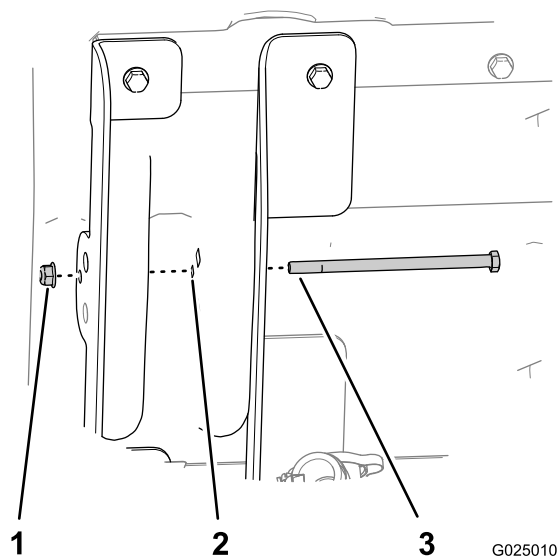

Figura 16
7. Introduzca el perno de cabeza hexagonal (5/16 x 5-1/2 pulgadas) a través del taladro de 7,9 mm del soporte de elevación interior (pestañas largas), la estructura de la caja y el soporte de elevación exterior de la caja (pestañas cortas), según se muestra en Figura 16.
8. Sujete el perno con la tuerca con arandela prensada (5/16 pulgada) y apriétela a mano (Figura 16).
11. Apriete la tuerca con arandela prensada que sujeta el perno (5/16 pulgada) hasta que quede ajustada (Figura 16).